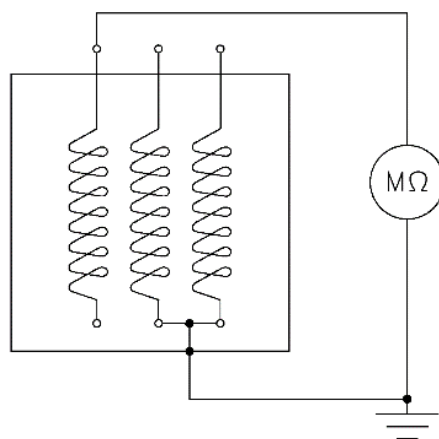

Figure 5-1
- **Stator principal:** la mesure de la résistance d'isolation sera réalisée en ayant soin de débrancher les connexions qui vont vers les dispositifs de réglage (régulateur de tension ou autres dispositifs) ou vers d'autres dispositifs du groupe. La mesure sera effectuée entre une phase et la masse, avec les deux phases restantes qui sont également reliées à la masse en même temps que les auxiliaires (opération devant être recommencée pour les trois phases). Voir Figure 5-1 Mesure de la résistance d'isolation sur le bobinage du stator.